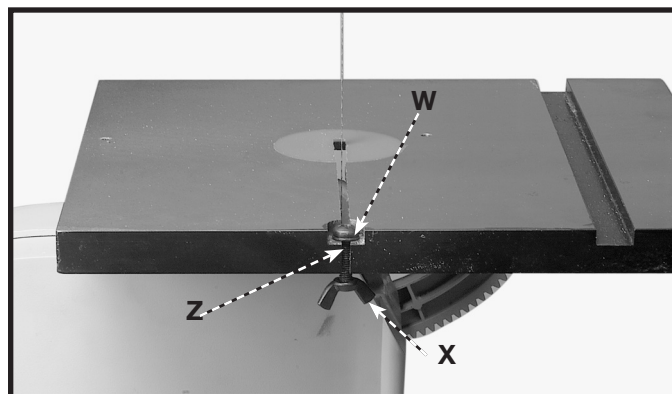

Fig. 17
2. Quite el tornillo de guarda, la arandela y la palomilla de la ranura de mesa (ve Fig. 17 detalle). Tenga cuidado para no perder estas partes.
10. Vuelva a montar el del tornillo (W) Fig. 17 que fue quitado en el **PASO 2**, hacia abajo por hoyo en la mesa. Coloque el M6 arandela (Z) plana en el M6 X 30 Mm tornillo, entonces enhebra la palomilla M6 (X) en el tornillo (W) y aprieta seguramente.